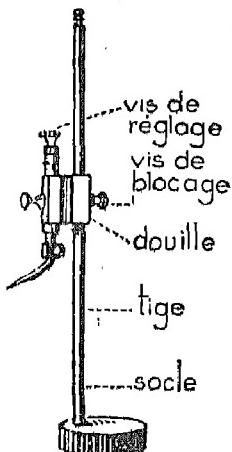

Fig. 20. — Trusquin d'ajusteur.
b) Le trusquin d'ajusteur (fig. 20) est bien différent. Un socle en fonte, dont la surface inférieure est parfaitement plane, porte une tige